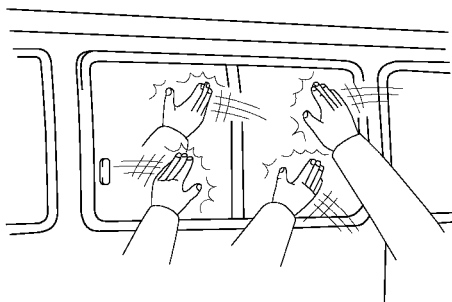

图 17-92 用手掌从外侧敲打玻璃将其贴合好
4) 用手掌从外侧敲打玻璃将其贴合好，如图 17-92 所示。